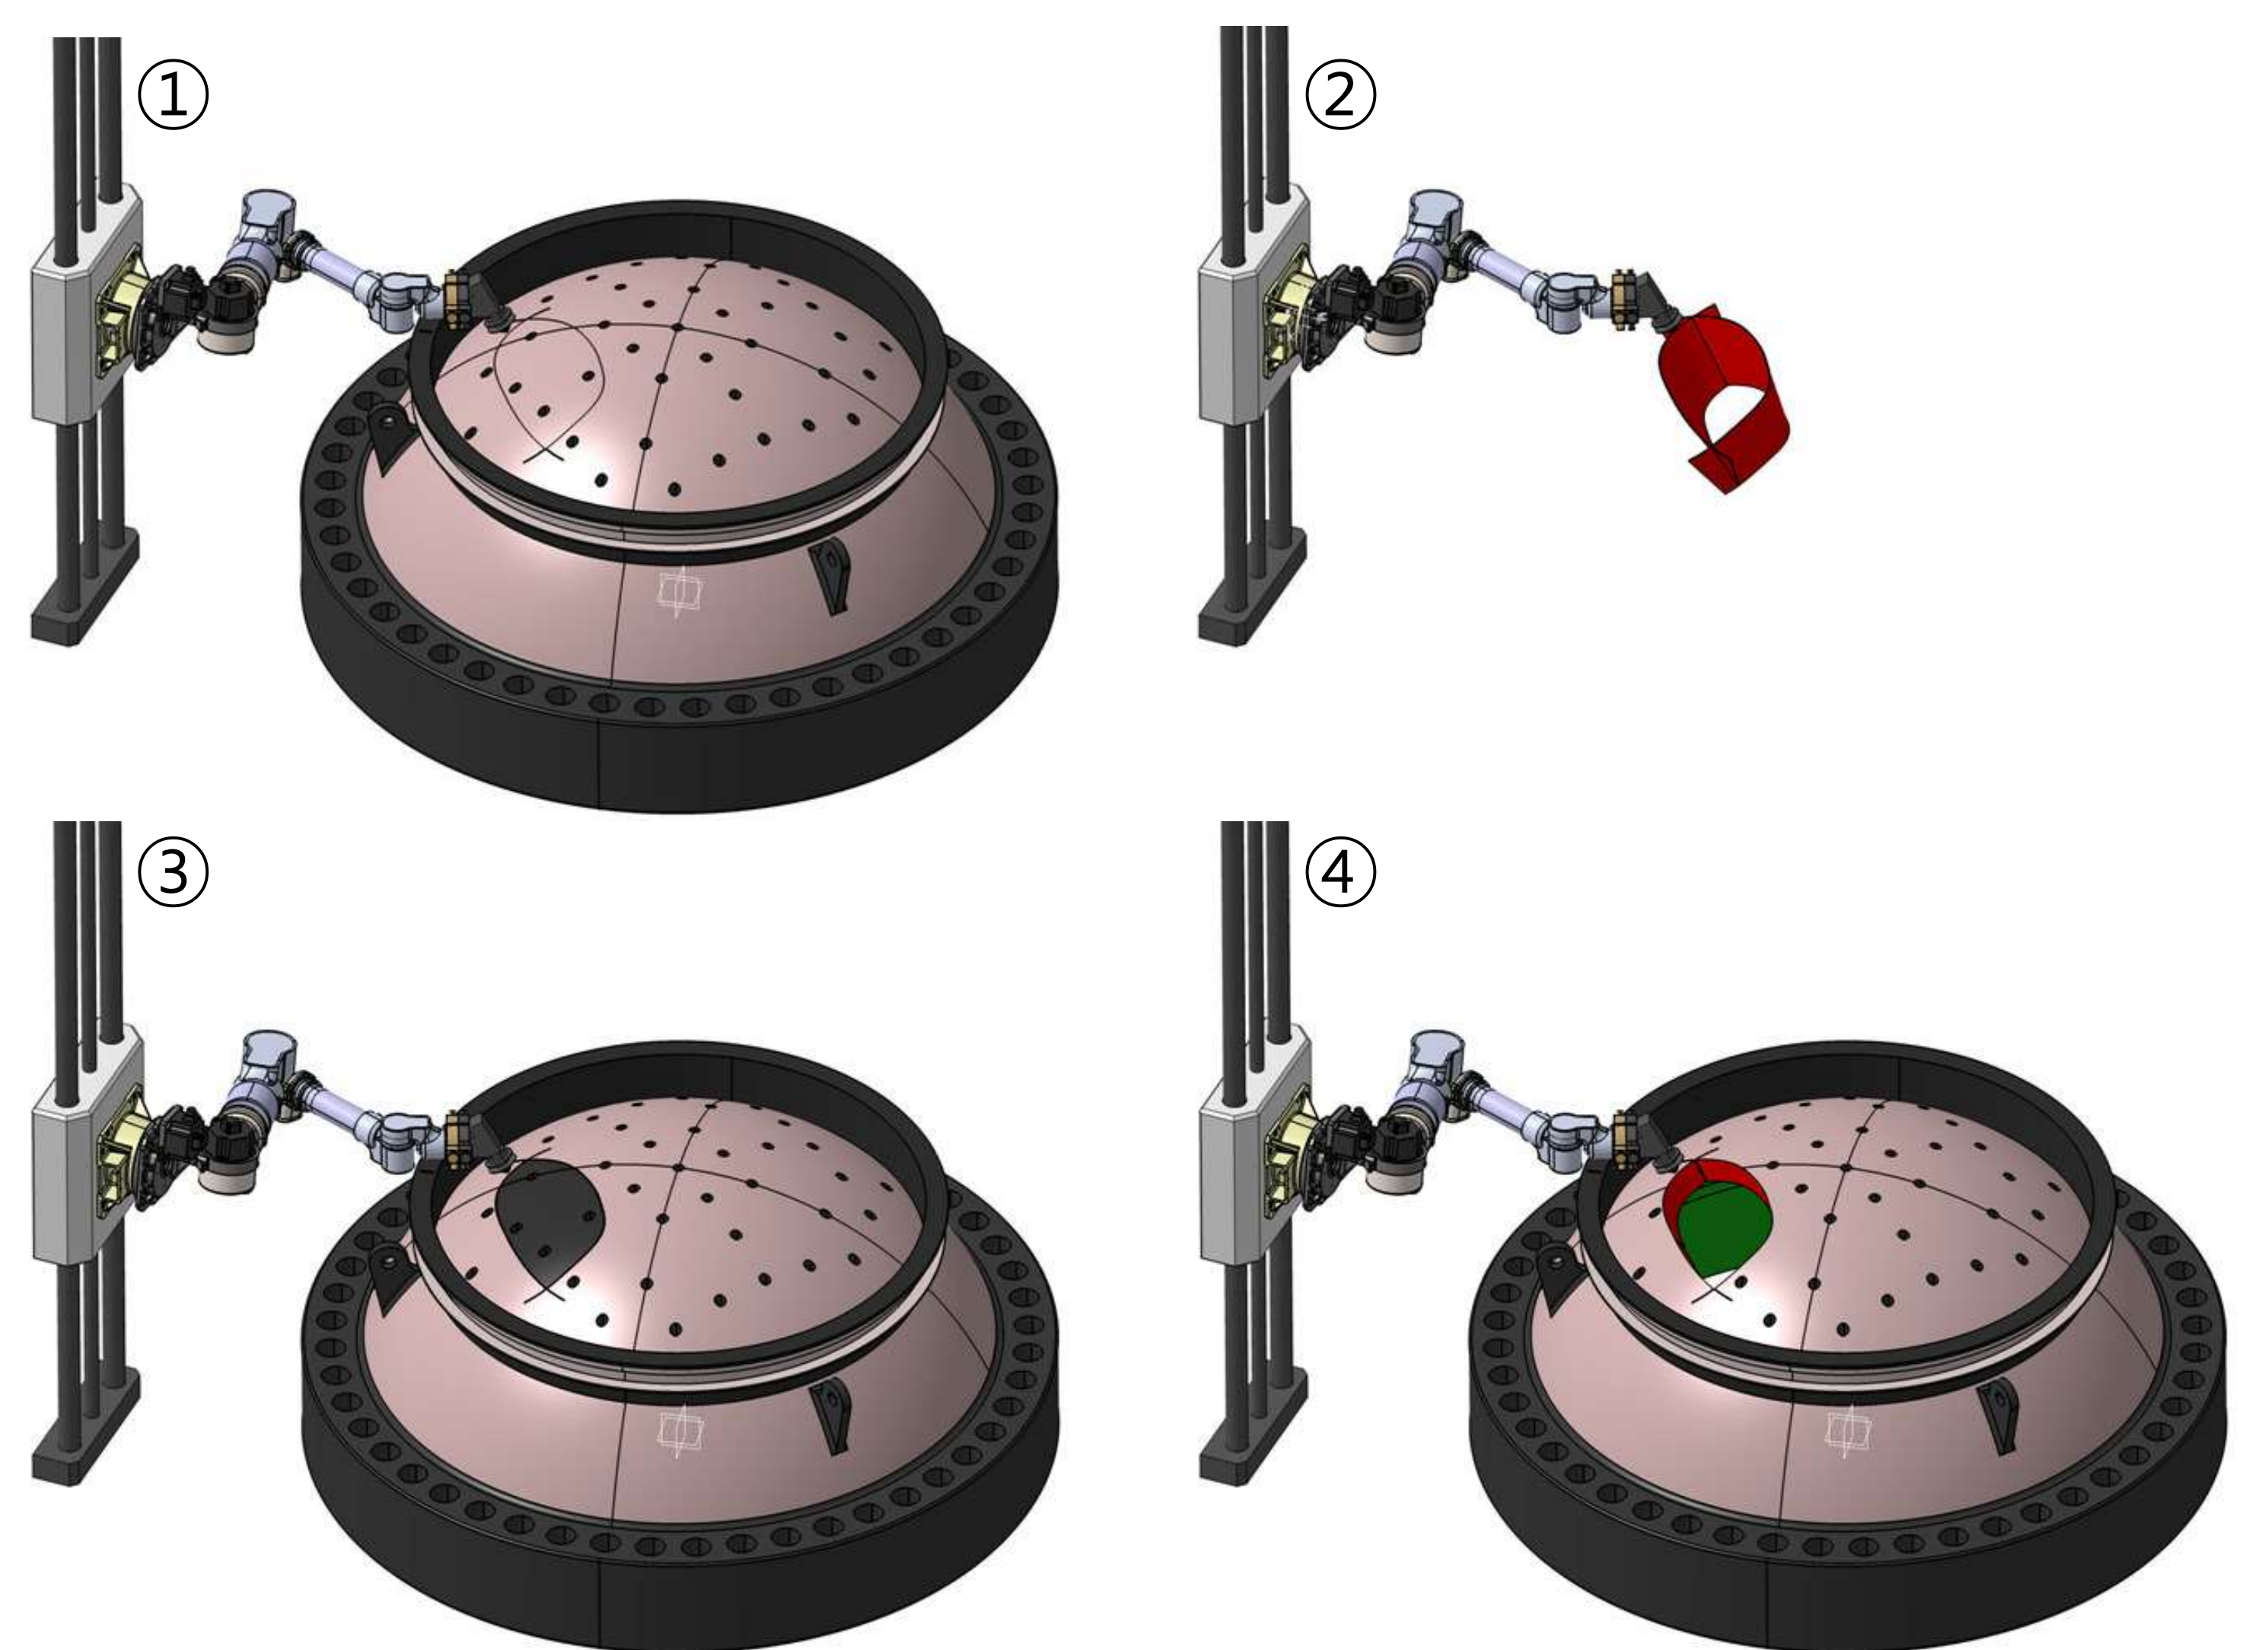

Fig. 4. 절단 시뮬레이션 모듈 구현 결과
- Fig. 4에 구현한 절단 시뮬레이션 모듈의 절단 시뮬레이션 절차를 나타내었음
- ✓ ①해틱 장치의 사용자 입력을 통해서 구동되는 매니퓰레이터의 이송 경로에 따라서 워터젯 노즐이 절단 하는 경로를 생성
- ✓ ②생성된 경로를따라서 워터젯의 절단 깊이를 Sweep 하여 Cutter Volume을 생성
- ✓ ③생성된 Cutter Volume과 절단 대상 파트 사이의 Boolean Operation 을 통해서 절단
- ✓ ④절단된 부분을 제거하고 남은 형상